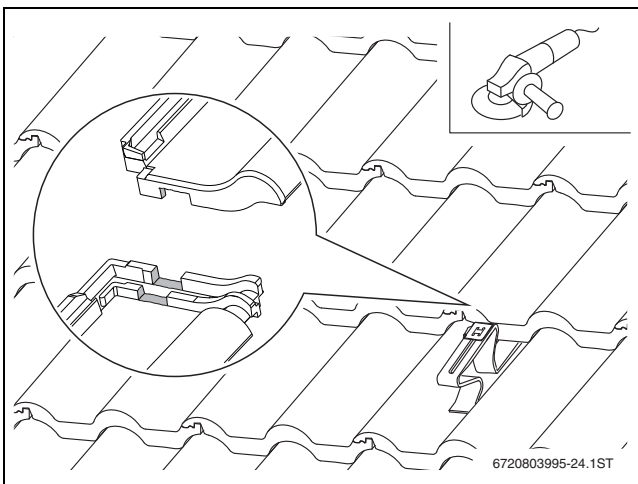

Bild 23 Dachziegel anpassen
- Auflagepunkte der Dachziegel im Bereich des Dachhakens vorsichtig entfernen (→ Bild 23).